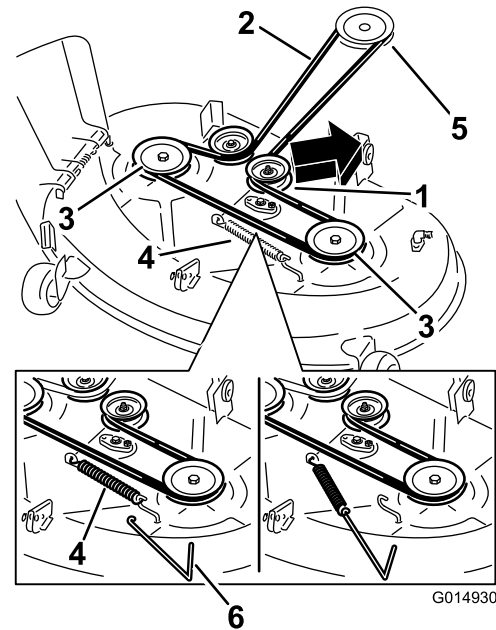
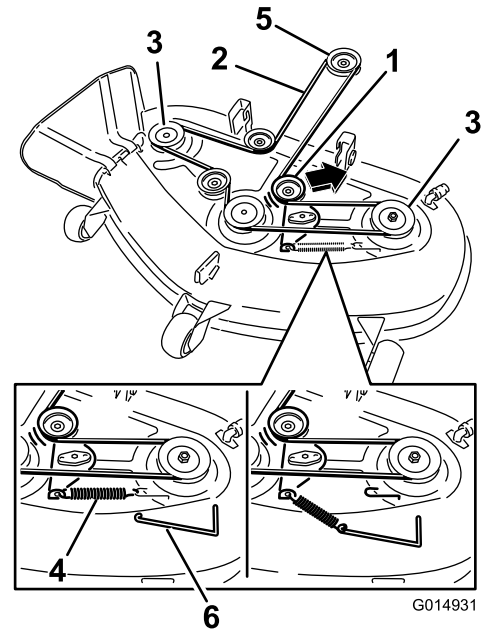

Bild 69
Bild 70
4. Entfernen Sie die Spannscheibenfeder mit einem Werkzeug zur Federentfernung (Toro Bestellnummer 92-5771) vom Mähwerkhaken, um die Spannung von der Spannscheibe zu nehmen, und rollen Sie den Riemen von den Spannscheiben (Bild 69 und Bild 70).
- Legen Sie den neuen Riemen um die Motor- und Mähwerkspannscheiben (Bild 70).
- Setzen Sie die Spannscheibenfeder mit einem Werkzeug zur Federentfernung (Toro Bestellnummer 92-5771) auf den Mähwerkhaken, um die Spannscheibe und den Mähwerkriemen zu spannen (Bild 69 und Bild 70).